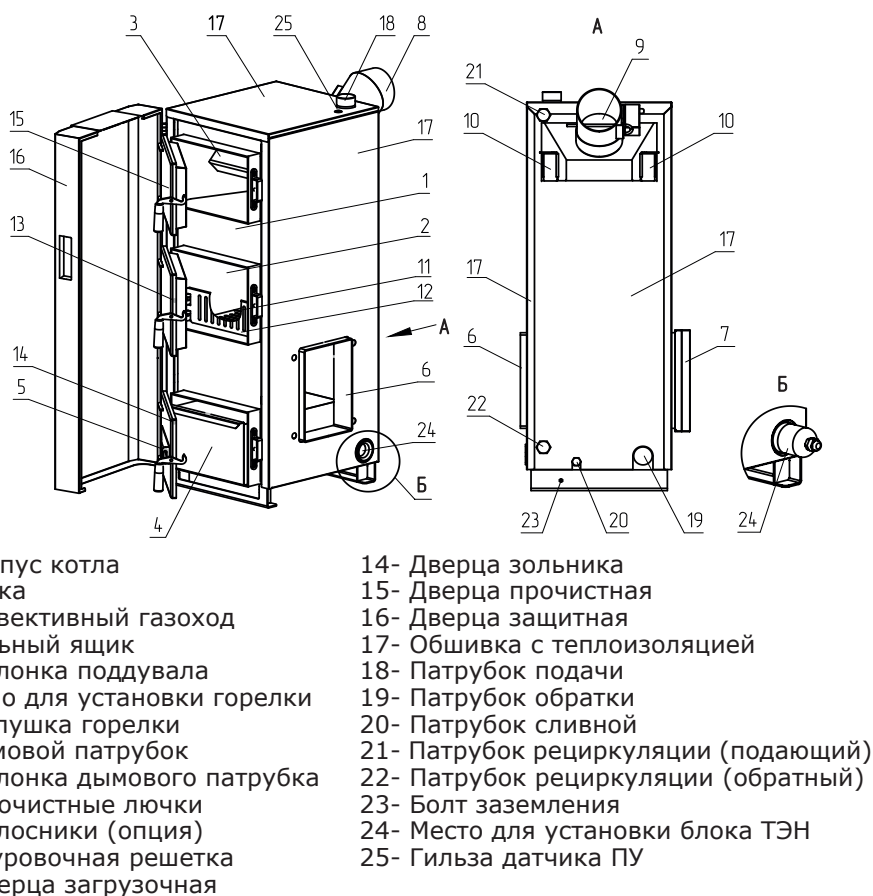

Рис.2 Конструкция котла
5.2. Теплообменник (Рис. 2) состоит из корпуса (поз. 1), топки (поз. 2) конвективного газохода (поз. 3), зольника с зольным ящиком (поз. 4) и дымового патрубка (поз. 8).